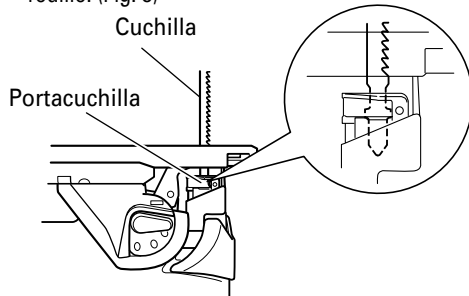

Fig. 7
- Confirme que los salientes de la cuchilla se encuentren firmemente insertados en el portacuchillas. (Fig. 7)